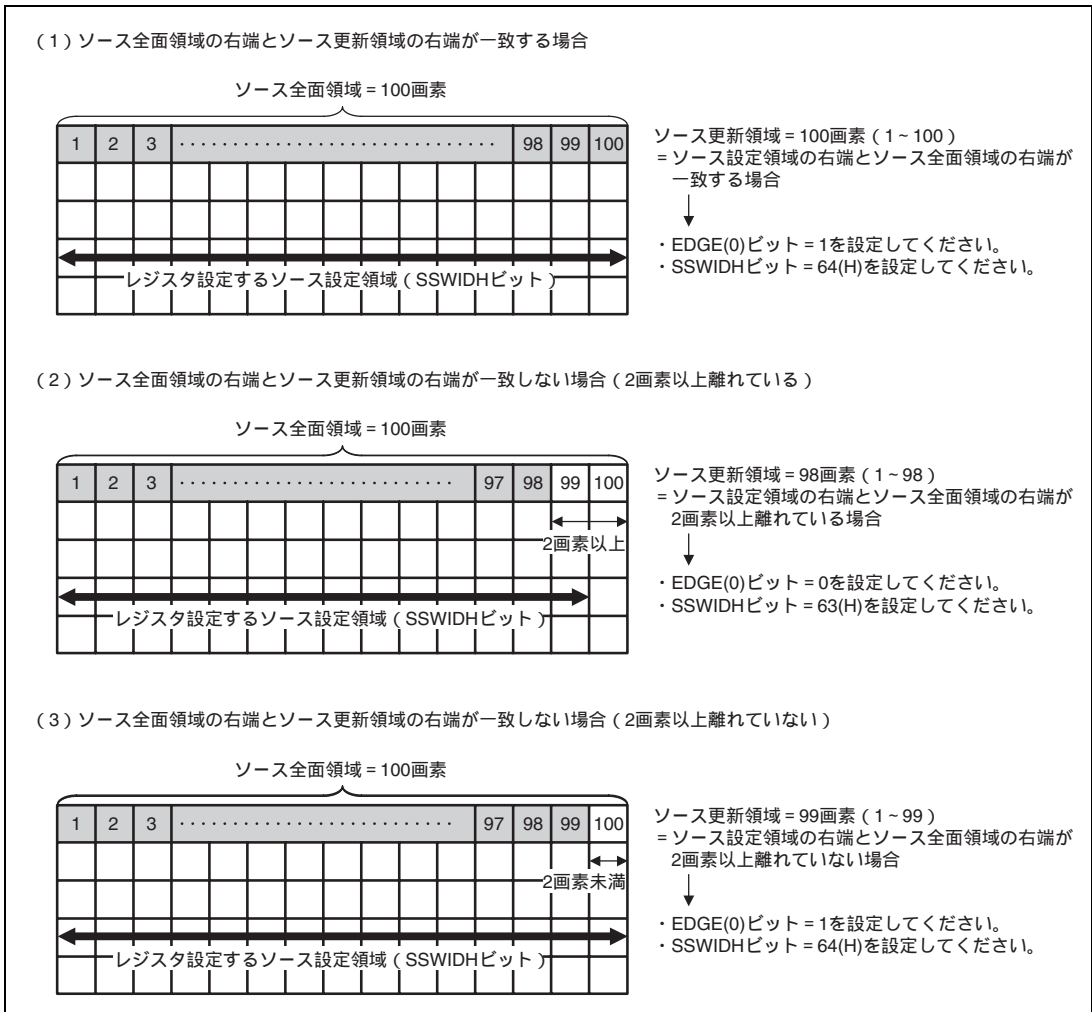

図28.33 GR_RISZSET レジスタ EDGE ビットの設定 (水平方向のみ)
GR_RISZSET レジスタ EDGE ビットの設定例として、水平方向（右端）について示します。図 28.33は、GR_RISZSET レジスタ EDGE ビットを決める際判断に使用する、ソース全面領域 / ソース更新領域 / ソース設定領域の関係について示しています。色付きマスはソース全面領域内の更新された領域（ソース更新領域）です。また太矢印で示す範囲が、部分リサイズ時にソース領域としてレジスタに設定する領域（ソース設定領域）となります。詳細については「28.4.3 (5) 部分リサイズ処理」を参照してください。